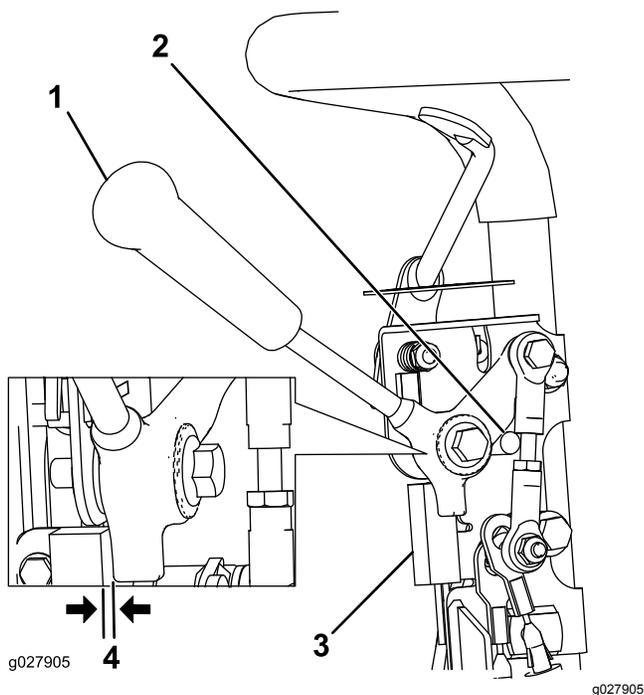

Рисунок 36
1. Убедитесь, что двигатель выключен, а рычаг управления тягой выведен из зацепления и опирается на упор нейтрالي (Рисунок 36).
2. Ослабьте крепежные детали блокировочного выключателя (Рисунок 36).
3. Установите регулировочную прокладку толщиной 0,8 мм между рычагом управления тягой и блокировочным выключателем (Рисунок 36).